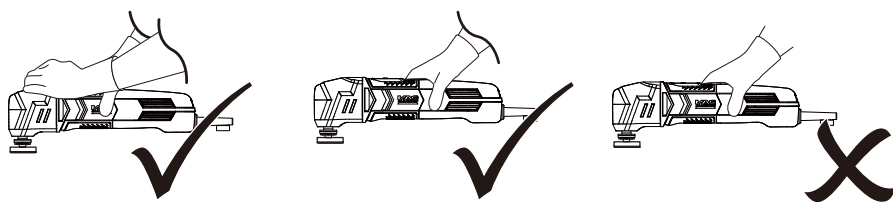

Fig. 16
- > Segure firmemente a ferramenta pela sua superfície de aperto (3) durante o funcionamento. Não cubra os orifícios de ventilação (Fig. 16).